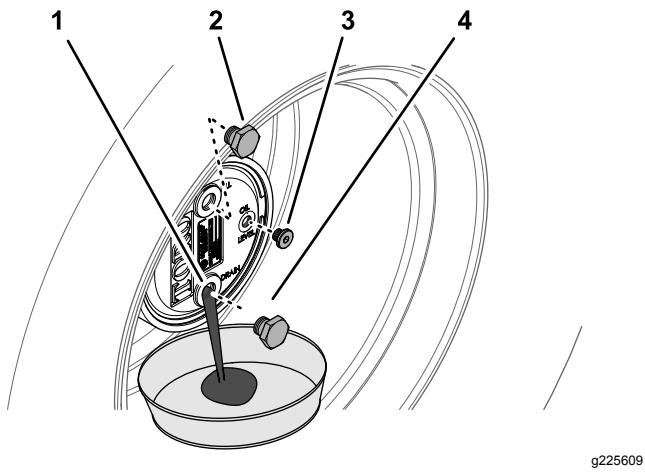

Figura 92
- Retire el tapón de llenado en la posición de las 12 y compruebe el tapón en la posición de las 3 (Figura 92).
- Coloque un recipiente debajo del cubo planetario, retire el tapón de vaciado en la posición de las 6 y deje que se drene el aceite (Figura 92).
- Instale el tapón de vaciado en el orificio de vaciado del alojamiento de los engranajes planetarios (Figura 92).